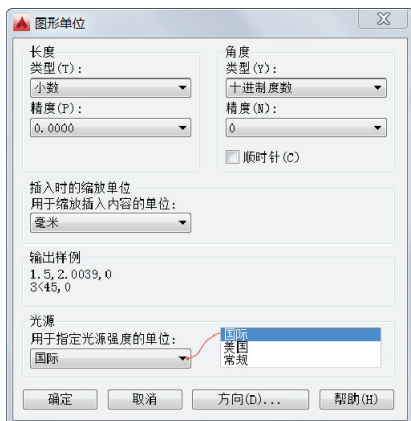

图 1-43 “图形单位”对话框
1) 设置显示菜单栏, 从菜单栏的“格式”菜单中选择“单位”命令, 打开图 1-43 所示的“图形单位”对话框。